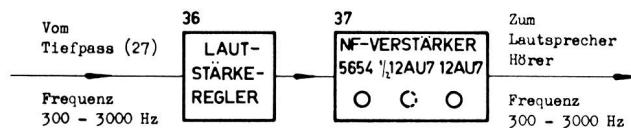

Fig. 22
En réception-A3a les signaux BF reçus provenant du 2e modulateur de réception (26) immédiatement après le filtre passe-bas 10 kHz (27) sont amenés au contrôle de volume (36) et à l'amplificateur BF (37). Après amplification ils sont amenés de là à l'écouteur, au microtéléphone ou au haut-parleur (voir fig. 22).